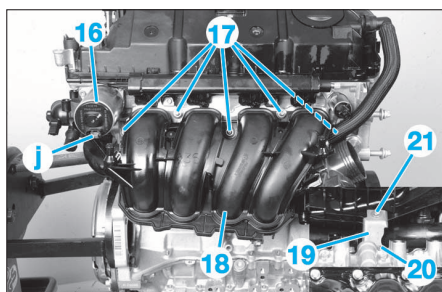

FIG. 41
- Débrancher le connecteur en (j) (Fig.41).
- l'actionneur (16).
- les vis (20) et (21).
- le support (19).
- les écrous (17).
- Ecarter le répartiteur d'admission d'air (18).